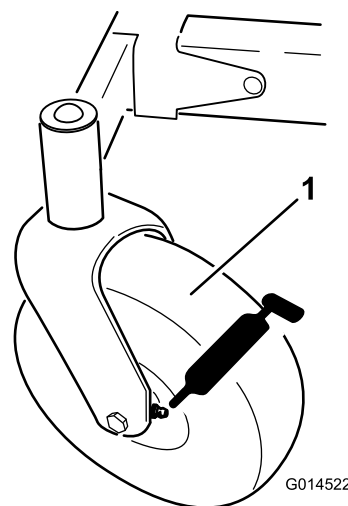
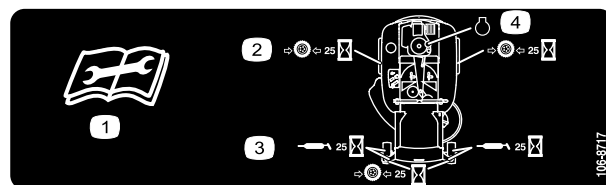

Figure 33
Figure 34
3. Nettoyez les graisseurs (Figure 33 et Figure 34) à l'aide d'un chiffon.
4. Raccordez une pompe à graisse à chaque graisseur et injectez de la graisse à l'intérieur jusqu'à ce qu'elle commence à suinter des roulements (Figure 33 et Figure 34).